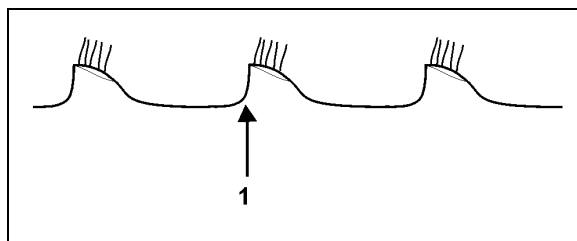

Рис. 32
- Обрезная кромка 2-го ряда дисков не видна и идет за 1-м рядом дисков (**Рис. 32**): сдвиньте 1-й ряд дисков влево.